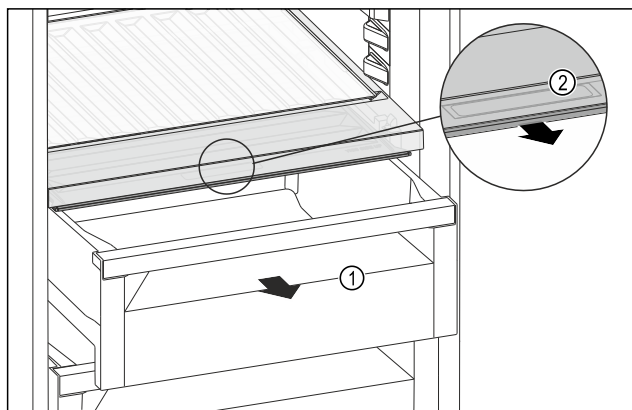

Fig. 120
- Træk skuffen Fig. 120 (1) ud.
- Tag fat i grebsforsænkningen Fig. 120 (2) i bokslåget, og træk samtidigt bokslåget frem.